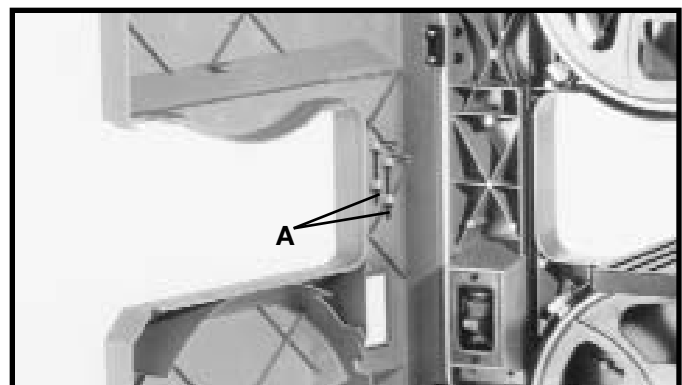

Fig. 37A
Las llaves de ajuste de 3mm y 4mm (A) suministradas junto con su sierra de cinta pueden almacenarse cómodamente dentro de la tapa de la rueda, como se ilustra en la Fig. 37A.